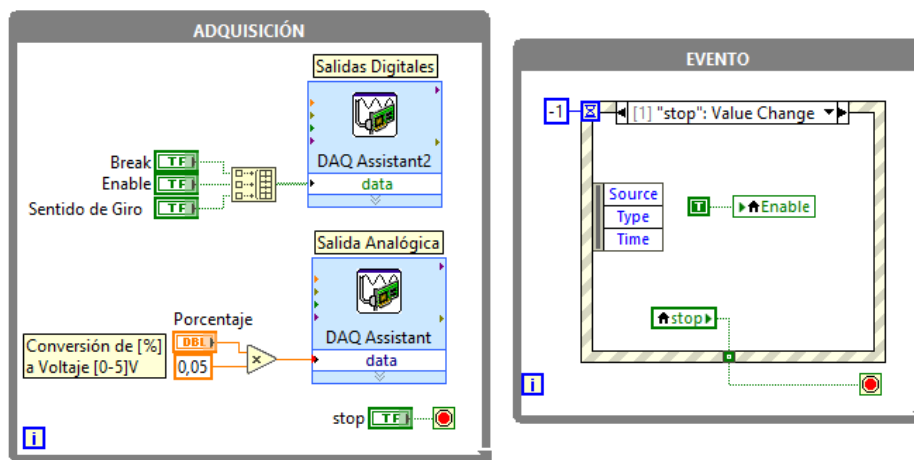

Figura 6.26. Diagrama de bloques para controlar el motor brushless
- Siguiendo los pasos anteriormente descritos, realice la programación del código gráfico en LabVIEW mostrado en la Figura 6.26. Este código emplea dos estructuras tipo *While loop* simultáneamente. Una estructura se ocupa de la generación de señales mediante la DAQ y la otra atiende el evento de la pulsación del botón *Stop* para terminar la ejecución del programa y desactivar el motor.
En la Figura 6.27 se muestra un ejemplo de la interfaz de usuario del código mostrado en la Figura 6.26.